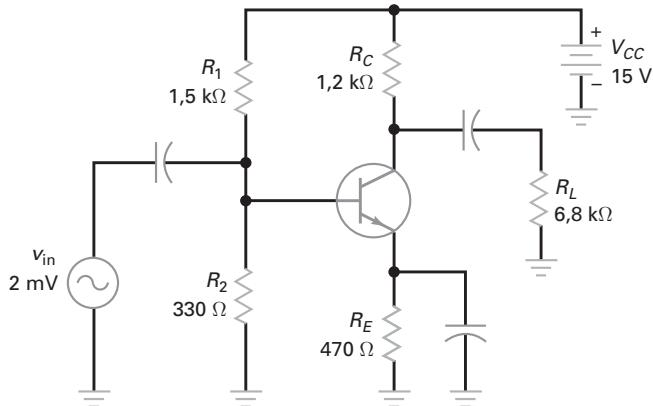

Figura 8-33
- 8-9** Se quisermos uma operação em pequeno sinal na Figura 8-33, qual é o valor máximo permitido para a corrente CA do emissor?
- 8-10** O resistor do emissor na Figura 8-33 foi dobrado. Se quisermos uma operação em pequeno sinal na Figura 8-33, qual é o valor máximo permitido para a corrente CA do emissor?
- 8-14** **III Multisim** Qual é o valor da resistência CA do diodo emissor na Figura 8-33?
- 8-15** **III Multisim** Se a resistência do emissor na Figura 8-33 for dobrada, qual é o valor da resistência CA do diodo emissor?
- 8-16** Qual é a impedância de entrada da base na Figura 8-33 se $\beta = 200$?
- 8-17** Se a resistência do emissor na Figura 8-33 for dobrada, qual é o valor da impedância de entrada da base com $\beta = 200$?
- 8-18** Se a resistência de $1,2\text{ k}\Omega$ mudar para $680\text{ }\Omega$ na Figura 8-33, qual é a impedância de entrada da base se $\beta = 200$?
- 8-19** **III Multisim** Desenhe o diagrama do circuito equivalente CA para a Figura 8-33 com $\beta = 150$.
- 8-20** Dobre todos os valores de resistências na Figura 8-33. Depois desenhe o circuito equivalente CA para um ganho de corrente de 300.
- 8-37** Na Figura 8-33, a resistência equivalente de Thevenin vista pelo capacitor de desvio é de 30 Ω . Se o emissor está supostamente aterrado para CA sobre uma faixa de 20 Hz a 20 kHz, qual deve ser o valor do capacitor de desvio?